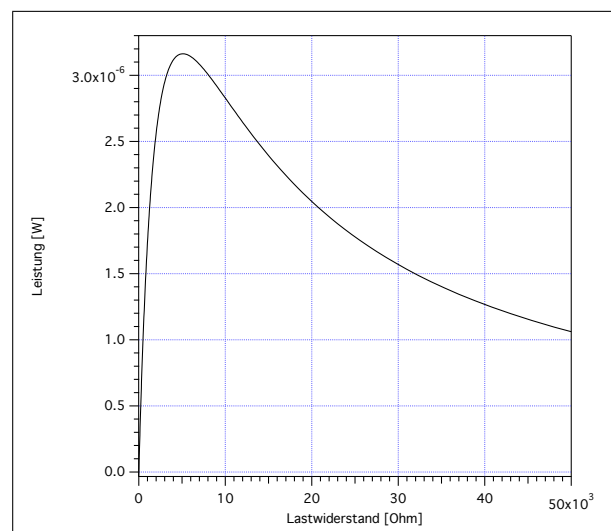

Abbildung 8: Leistung einer Spannungsquelle als Funktion des Lastwiderstandes.
Berechnen wir aus den Werten der Ausgleichsgeraden U und dem entsprechenden Strom die elektrische Leistung P und tragen diese über dem Lastwiderstand auf, so finden wir die Darstellung in der Abb. 8. Beachten Sie, dass die Kurve ein Maximum durchläuft, das den Innenwiderstand der Zelle angibt.
4. Tragen Sie entsprechend der Abb. 8 die elektrische Leistung über dem Lastwiderstand auf. Die elektrische Leistung erhalten Sie durch Multiplikation der Klemmspannung bei gegebenem Lastwiderstand mit dem dann fließenden Strom. Bei welchem Lastwiderstand durchlaufen die Werte ein Maximum?